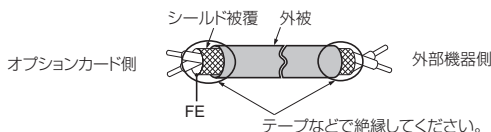

図 23 シールド線の末端処理
6. 図 23 と図 24 を参考に電線の末端を処理してください。配線時の締め付けトルクについては、「電線サイズと締め付けトルク」(36 ページ) を参照してください。すべての電線が確実に固定されているか、電線の被覆が端子台の挿入部に噛み込んでいないかを確認してください。また、はみ出した心線はすべて切断してください。